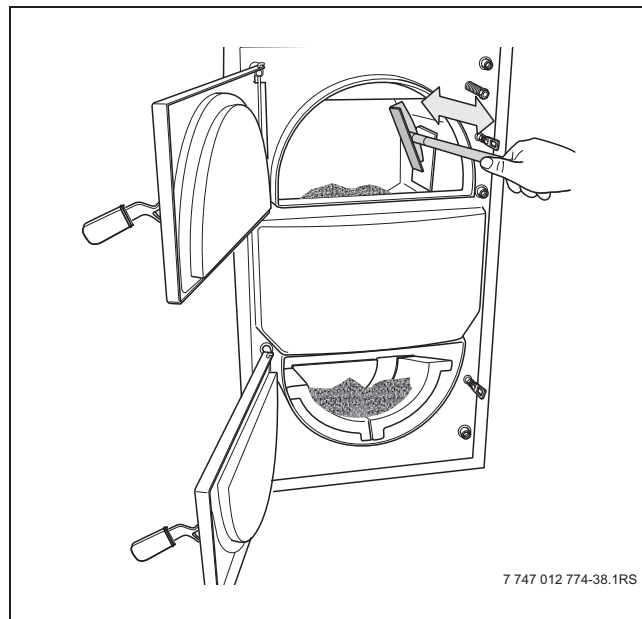

Figura 29 Îndepărtarea depunerilor de gudron
- Se îndepărtează depunerile de gudron de pe pereții camerei de ardere cu ajutorul racletei (-> figura 29).